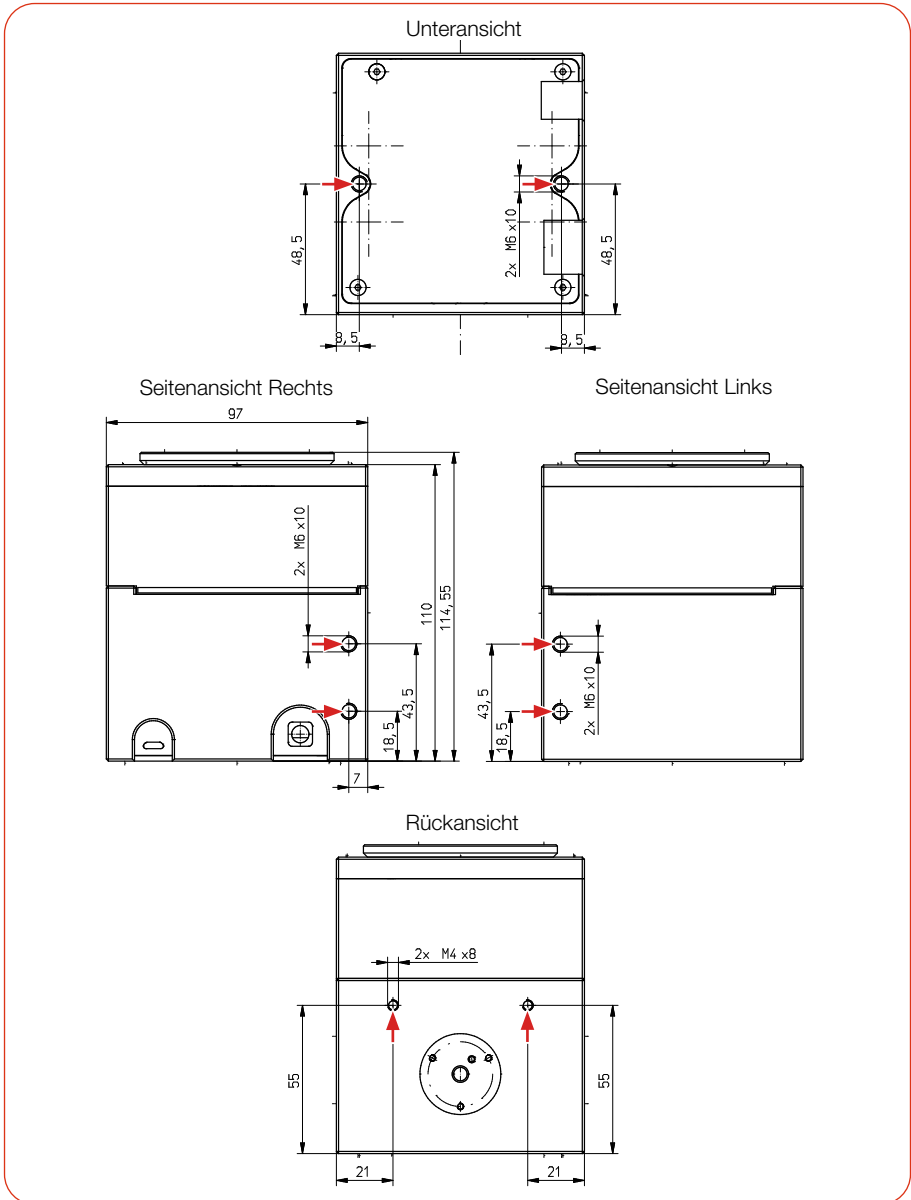

Abb. 7.4: Befestigungsgewinde im Gehäuse (Maße in mm)
1. Montieren Sie das Gerät gemäß der Abb. 7.4 auf Seite 24 an den Befestigungsgewinden.
3. Schrauben Sie die Befestigungsschrauben heraus (siehe Abb. 7.4 auf Seite 24).